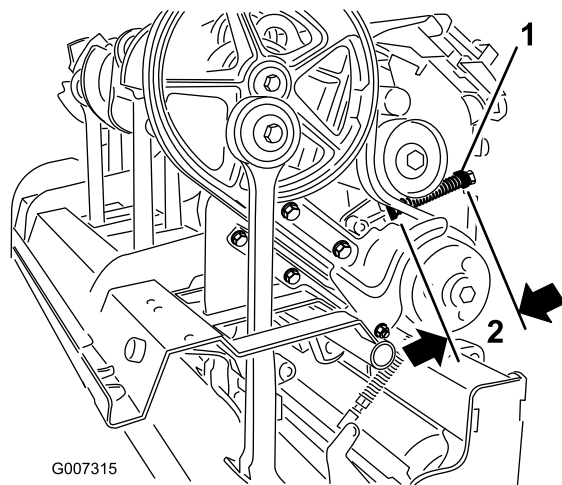

図 34
- C. スプリングリテーナを固定しているロックナットをゆるめる 図 34。
- D. スプリングリテーナを調節して適切なスプリング長さにする 図 34。